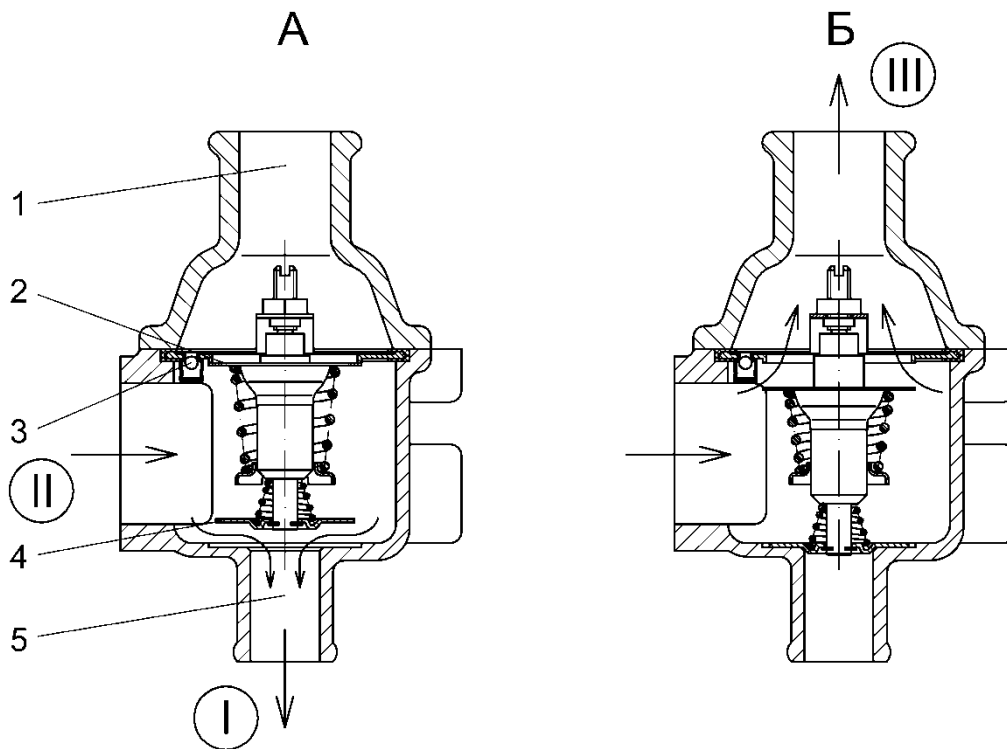

Рис.35. Схема работы термостата:
**Термостат** (рис.35) – с твердым наполнителем, двухклапанный, с автоматическим дренажным клапаном. Термостат расположен в алюминиевом корпусе, установленном на выходном отверстии рубашки охлаждения головки цилиндров, и соединен шлангами с водяным насосом, радиатором и расширительным бачком.